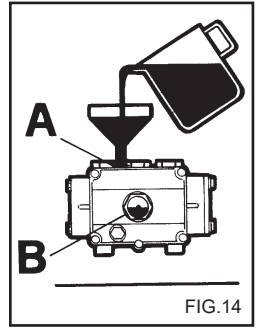

FIG.14
- 4) Atarraxe a tampa de descarga e introduza o óleo pelo orifício superior (fig. 14) até que alcance o nível indicado no visor (fig. 14B).